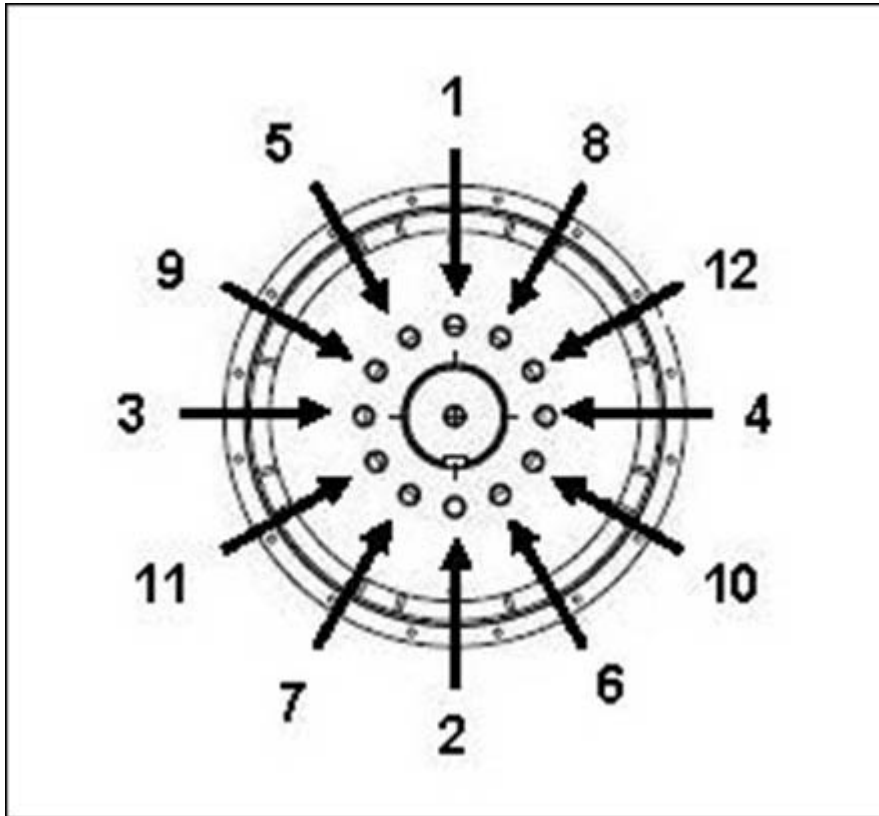

ABBILDUNG 20. REIHENFOLGE DER BEFESTIGUNG AN NABE
4. Gegebenenfalls die Schrauben der Kupplungsscheibe in der Reihenfolge anziehen. Siehe dazu Abbildung 20 auf Seite 42.